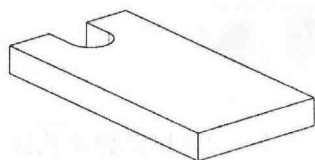

图 1-43 创建缺口特征
(6) 单击“完成草图”按钮,在【拉伸】对话框中“指定矢量”选“ZC↑”,开始距离为 0,结束距离为 10mm,“布尔”选“求差”.
(7) 单击“确定”按钮，创建缺口特征，如图 1-43 所示。